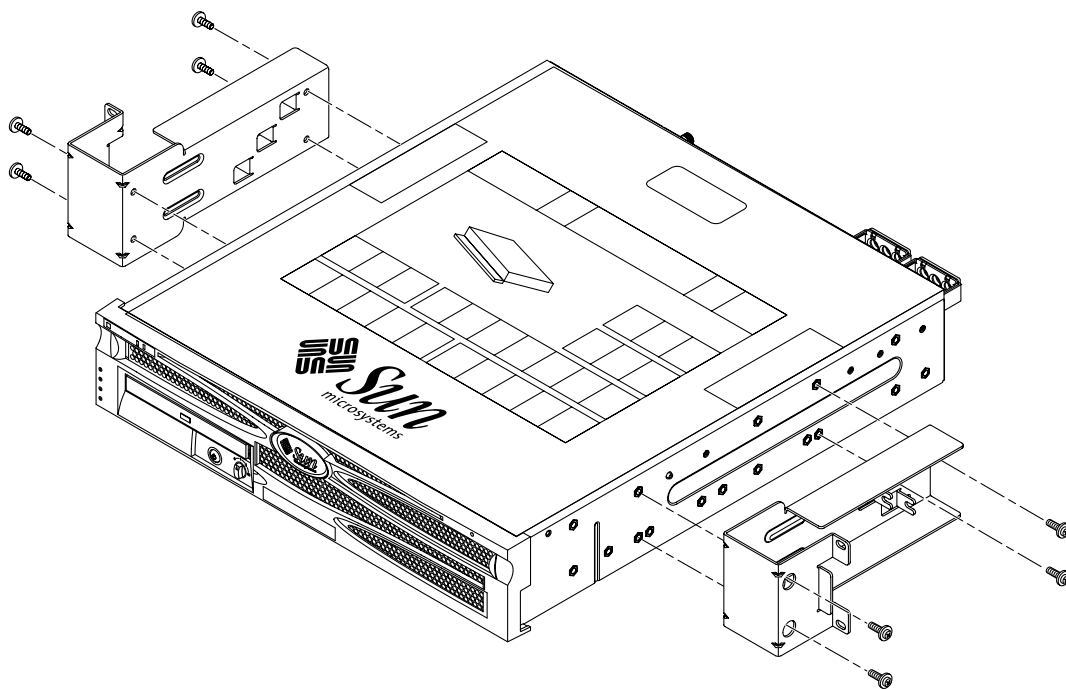

図 3-24 サーバー側面への側面固定部品の取り付け
2. 各側面固定部品に M5×10 SEM ねじを 4 本ずつ (合計 8 本) 使用して、サーバーの側面に側面固定部品を取り付けます (図 3-24 を参照)。